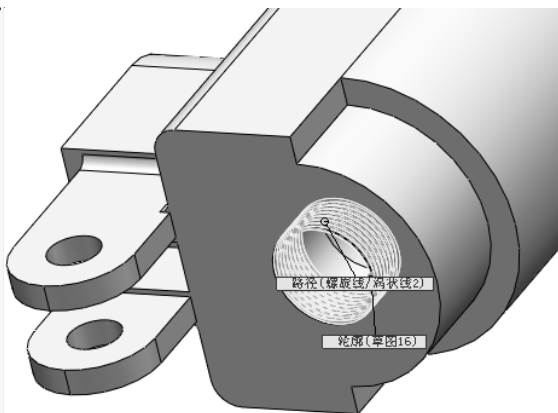
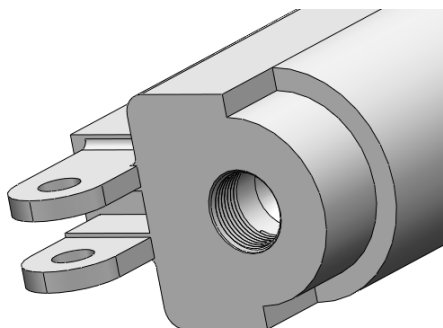

图 12-98 “扫描”属性管理器
图 12-99 创建内螺纹
**04** 创建螺纹。单击“特征”控制面板中的“扫描切除”按钮, 此时系统弹出图 12-98 所示的“扫描”属性管理器。选择上步绘制的草图为扫描截面, 选择螺旋线为扫描引导线, 然后单击属性管理器中的“确定”按钮, 结果如图 12-99 所示。